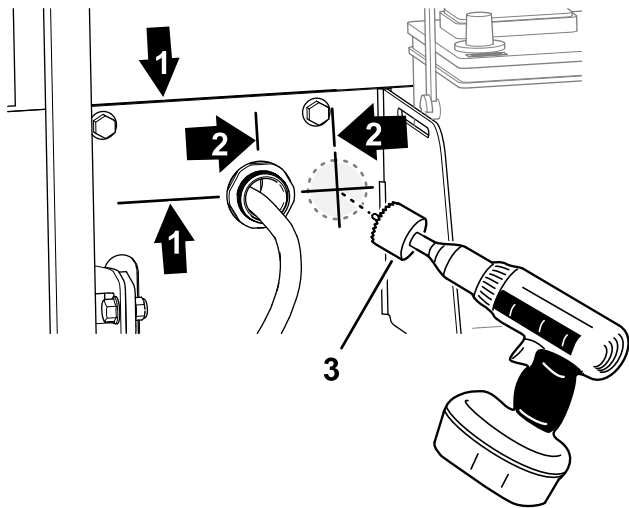

Figura 9
1. A la izquierda de la bandeja de la batería, mida 51 mm desde la línea central del taladro del cable de la batería y marque el soporte del radiador (Figura 9).
2. Mida 64 mm desde el soporte del radiador superior y marque el soporte (Figura 9).
5. Realice un taladro de 38 mm en el soporte en el taladro piloto (Figura 9).